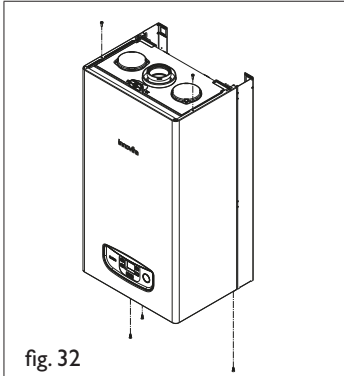

fig. 32
- Svitare le viti di fissaggio e togliere il mantello (fig. 32)